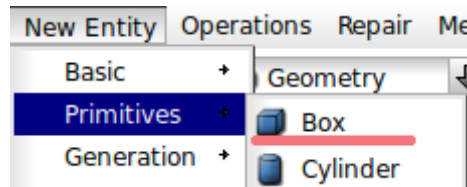

図 5 New Entity
②New Entity→Primitives→Box を選択する。(参照：図 5)